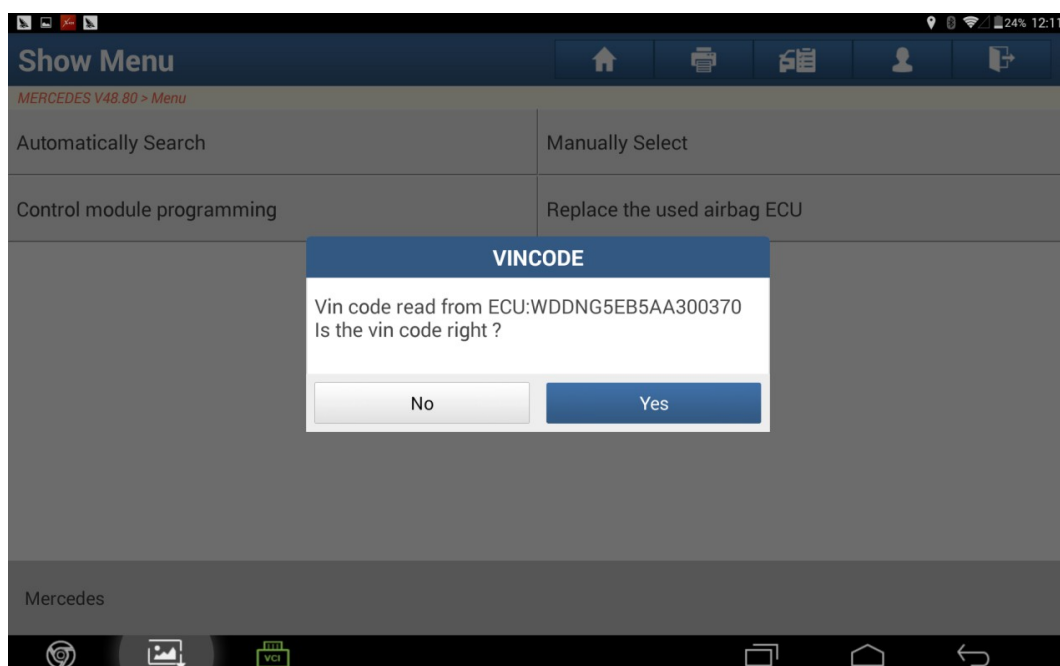

Fig. 4
4. Il dispositivo può identificare automaticamente il codice VIN dopo la programmazione del modulo di controllo. Verificarlo e fare clic su "Sì" se il codice vin è corretto. Vedere Fig. 4;